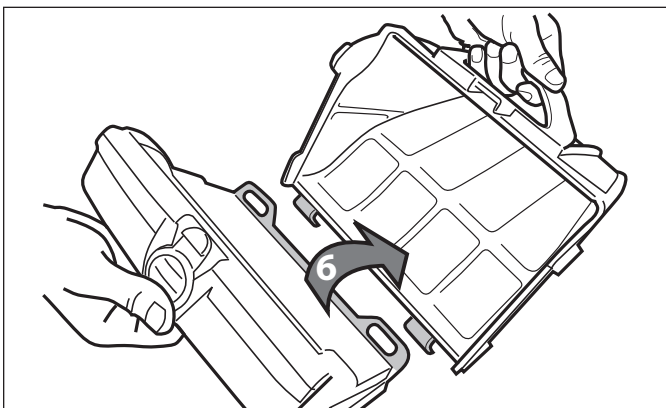

Figura 24. Remueva el porta Filtro
8. Separe el porta filtro del soporte del filtro (6), como se muestra en la Figura 24.